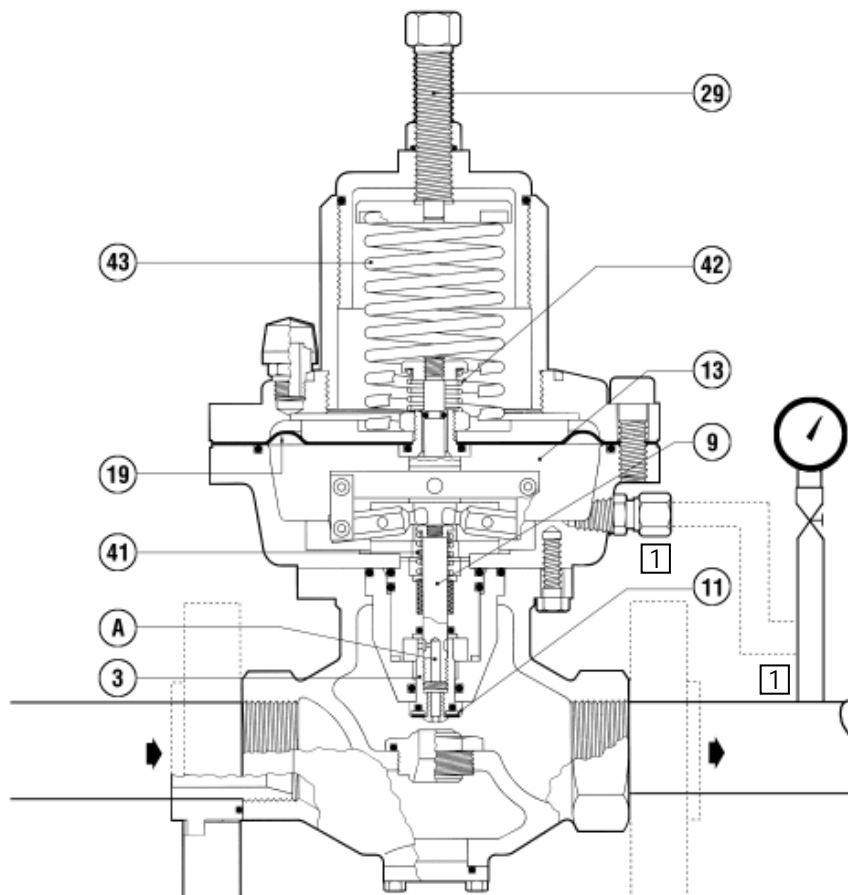

Fig. 1
In assenza di pressione l'otturatore 3 è mantenuto in posizione di apertura dalla molla 41 (fig. 1).
*If there is no pressure, the obturator 3 is maintained in the open position by the spring 41 (fig. 1).*